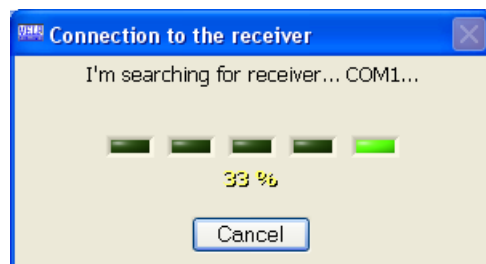

Fig. 5
2. Utilizzando "Connetti" con l'opzione Ricerca Automatica, è possibile connettersi automaticamente al Wireless DataBox™ (Fig. 5).